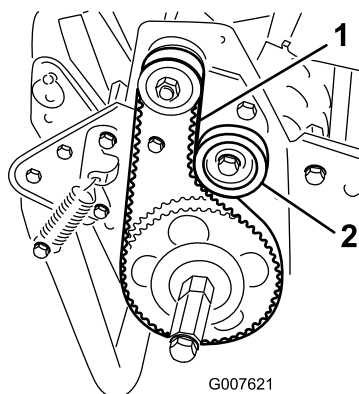

Bild 31
2. Prüfen Sie die Spannung. Bringen Sie hierfür eine Kraft von 1,8 bis 2,3 kg in der Mitte zwischen den Riemscheiben an (Bild 31). Der Riemen muss sich 6 mm durchbiegen lassen.
- A. Lösen Sie die Befestigungsmutter der Spannscheibe und drehen Sie die Spannscheibe nach rechts gegen die Rückseite des Riemen, bis Sie die gewünschte Riemenspannung erzielt haben (Bild 31).